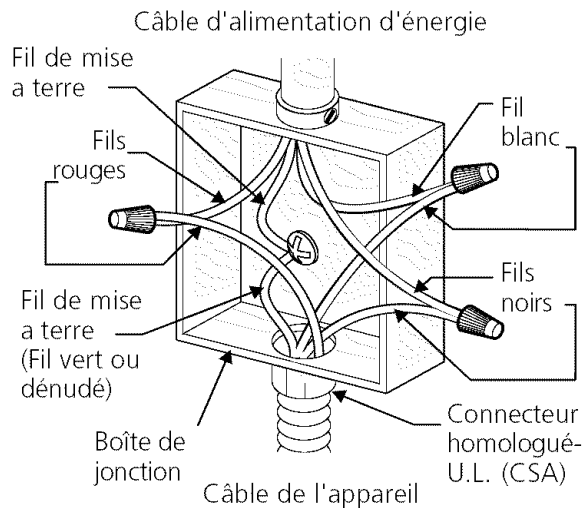

Figure 12
⚠ AVERTISSEMENT Vous ne pouvez pas faire la mise à terre de l'appareil par le fil neutre (blanc) si l'appareil est utilisée dans une nouvelle installation de circuit branché (1996 NEC), maison mobile, véhicule récréatif, ou où les codes locaux ne permettent pas la mise à terre par le fil neutre (blanc). Quand la mise à terre par le fil neutre (blanc) est interdit, vous devez utiliser un câble d'alimentation à 4 fils. Voir la figure 12. Ne pas suivre cet avertissement peut avoir pour résultat l'électrocution ou d'autre blessure personnelle sérieuse.
Si l'appareil est utilisé dans une nouvelle installation de circuit branché (1996 NEC), maison mobile, véhicule récréatif, ou où les codes locaux ne permettent pas la mise à terre par le fil neutre (blanc), vous devez brancher l'appareil à un câble à 4 fils (voir Figure 12):
2. Dans la boîte de jonction: Reliez les fils de l'appareil à ceux du câble d'alimentation tel que montré à la figure 12.
N'UTILISEZ PAS le tuyau de la ligne de gaz pour la mise à la terre de l'appareil. NE BRANCHEZ PAS l'appareil tant et aussi longtemps qu'il n'est pas mis à la terre de façon permanente. Branchez le fil de mise à la terre avant d'appliquer le courant à l'appareil (Figure 12).